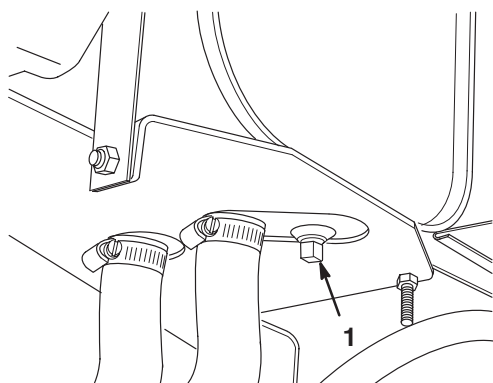

Bild 41
1. Entfernen Sie die Ablassschraube (Bild 41) und lassen das Hydrauliköl in ein Auffanggefäß ab. Schrauben Sie die Ablassschraube wieder fest ein, wenn keine Flüssigkeit mehr ausströmt.